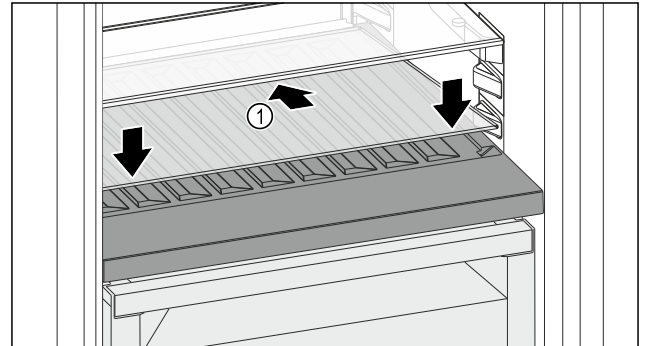

Fig. 190
- Glasplatte Fig. 190 (1) schräg und nach hinten unten geneigt ansetzen.
- Glasplatte Fig. 190 (1) vorne absenken.